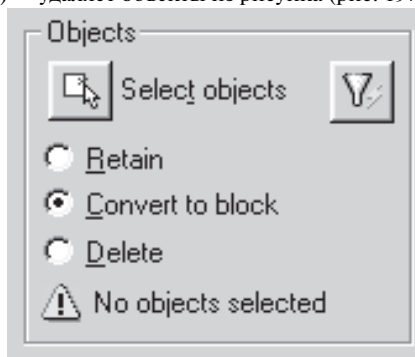

Рис. 197
- Удалить (Delete) — удаляет объекты из рисунка (рис. 197);